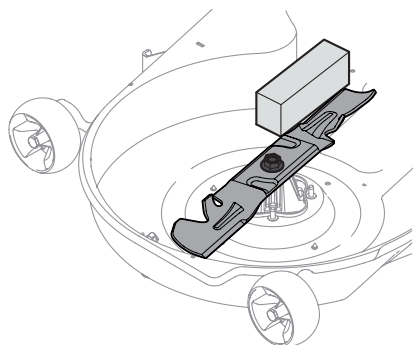

Figure 2
3. Maintenez la lame en place à l'aide d'un outil de démontage de lame ou d'un morceau de bois. Voir Figure 2.